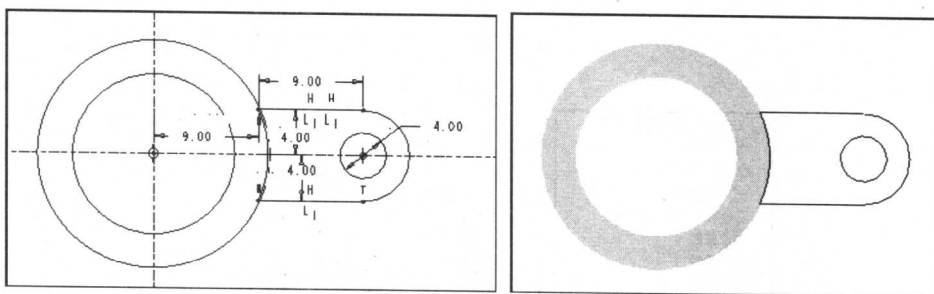

图 1-14 绘制的草图 2
(14) 关闭“基准平面开/关”, 然后在草绘工具栏中选择“2 点线”工具、“圆”工具和“3 点弧”工具来绘制草图, 并在草图中设置直线和圆的直径参数, 如图 1-14 所示。单击“确定”按钮, 完成草图 2。